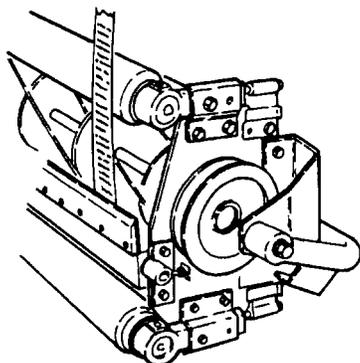

Bild 41
Spindel und Untermesser zu erhalten (Bild 41).
5. Die Muttern einstellen, um das Untermesserleisteneinstellteil auf- oder abwärts zu bewegen, bis das Papier über die gesamte Länge des Untermessers gekniffen wird, wenn das Untermessereinstellrad um nicht mehr als zwei Klicks über den ersten Kontakt zwischen Spindel und Untermesser hinaus gedreht wird (Bild 41).